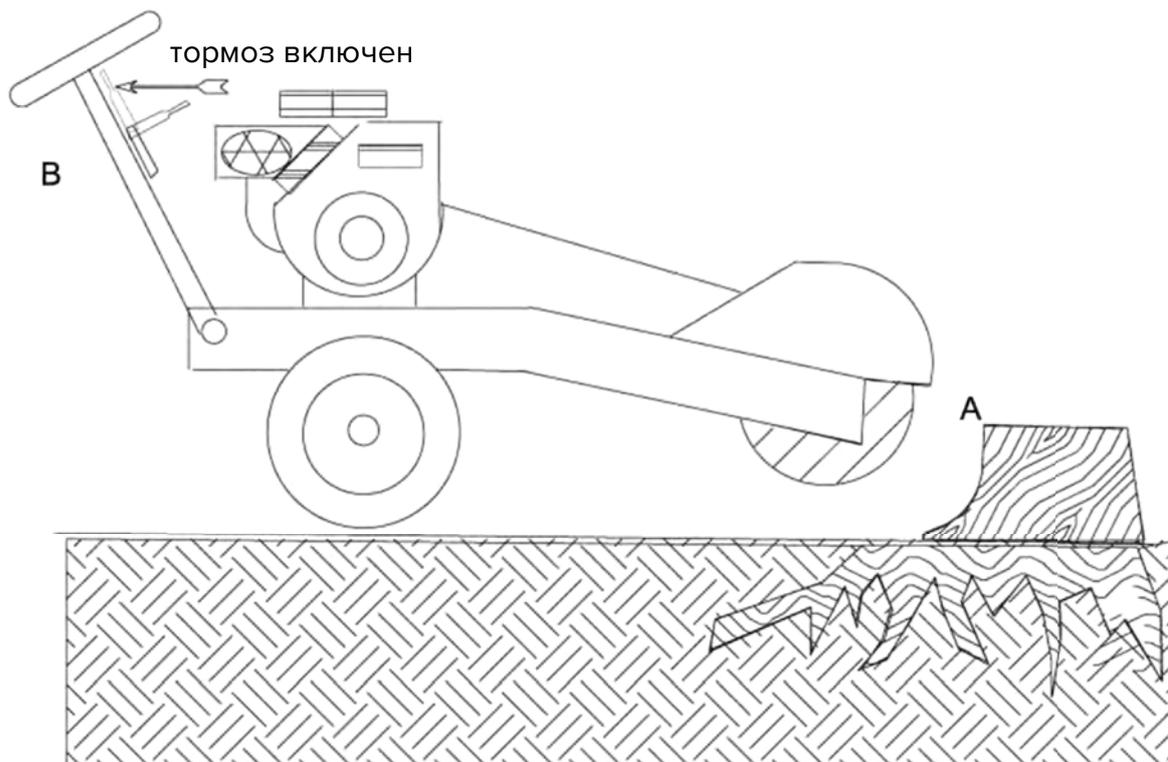

Рис. 1. Расположение измельчителя.
2. Расположите режущий диск над верхним краем пня (см. пункт А, рисунок 1)
3. Встав за машиной, заблокируйте тормозное колесо, потянув за рычаг тормоза на себя (см. пункт В, рис. 1)